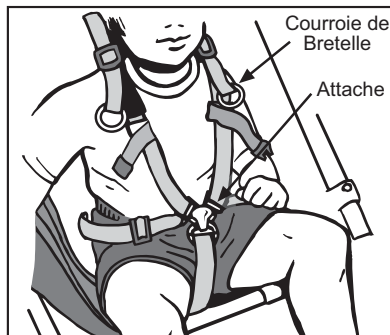

Fig. 16 Placez les courroies par dessus les épaules et bouclez les attache
10. SECURITE DU SIEGE LE HARNAIS: Mettez le frein de stationnement avant d'installer votre enfant dans la poussette. Pour attacher votre enfant en toute sécurité, passez une courroie (grise ou noire) par dessus chacune des épaules de votre enfant et introduisez l'attache de sécurité male dans l'attache femelle qui se trouve sur la sangle d'entre-jambes (Fig. 16). Les courroies devront être réglées de telle façon qu'elles soient confortables